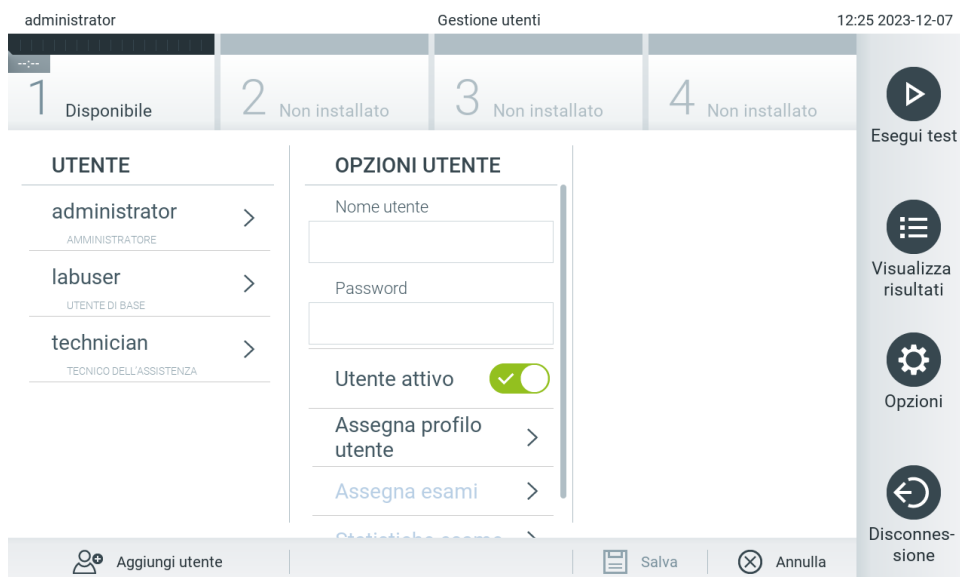

Figura 55. Aggiunta di un nuovo utente.
1. Premere Options (Opzioni) > User Management (Gestione utenti) per configurare gli utenti. Nell'area dei contenuti del display, viene visualizzata la schermata User Management (Gestione utenti) (Figura 55).